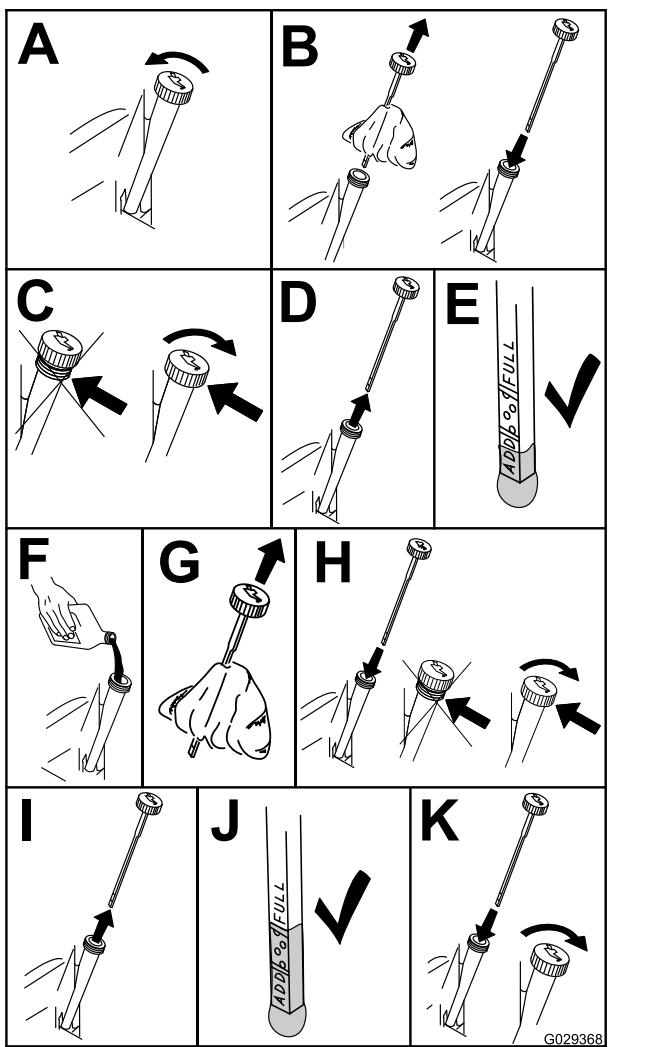

Figura 45
- Per evitare morchia, residui d'erba, ecc. nel motore, pulite l'area attorno al tappo e all'asta di livello dell'olio prima della rimozione (Figura 45).